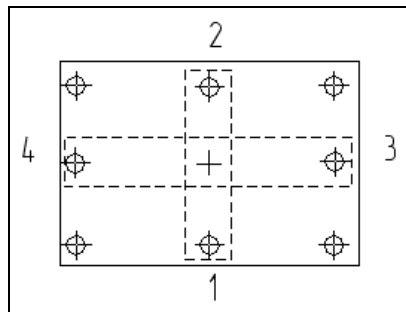

Рис. 8.5. Выделение объектов двумя рамками
- ◆ выделите прямоугольной рамкой отверстия **3** и **4** (рис. 8.5).